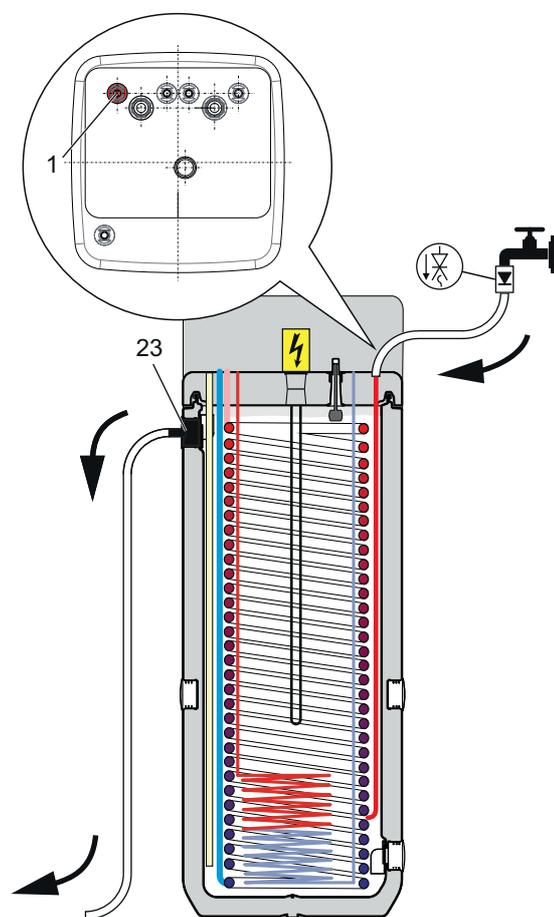

Fig. 9-1 Llener el depósito acumulador sin sistema solar
- Conecte la **tubería de llenado** con limitador de retorno (1" **en la conexión " $p=0$ avance solar**" (véase fig. 9-1, **pos. 1**).
- Llène el depósito acumulador DAIKIN EKHHP **hasta que salga agua por la conexión** (fig. 9-1, **pos. 23**) que se ha conectado **como desagüe de seguridad**.
- Llène el depósito acumulador del DAIKIN EKHHP **hasta que salga agua de la conexión** (fig. 9-1, **pos. 23**) que se ha conectado **como desagüe de seguridad**.